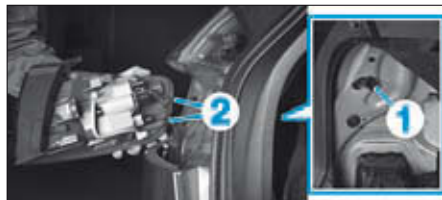

FIG. 78
- Déposer la vis (1) de fixation du feu (Fig.78).
- Faire pivoter le feu arrière vers l'extérieur et le décrocher des pions (2) de retenue.